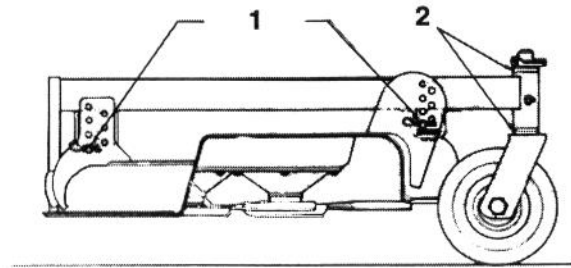

Bild 9
1. Kontrollieren, ob die vorderen Schnitthöhensteckstifte richtig auf den Rahmenkissen aufliegen (Bild 9).
2. Die Schnitthöhe auf die 89 mm oder die 102 mm Position einstellen (Bild 9).
5. Das bei "A" festgestellte Maß vermerken. Die Messerbalken in die "B"-Stellung bringen (Bild 8), dann den Abstand aller Messerbalken zur ebenen Standfläche messen. Diese Maße vermerken (Bild 9).
- A. Bei Schnittwerken, die normalerweise mit Schnitthöhen zwischen 25 und 51 mm benutzt werden, muß die niedrigere Seite des Schnittwerks angehoben werden. Den Klappstecker entfernen, mit dem das Laufrollenrad an der unteren Seite abgesichert ist (Bild 9) und die Laufrollengruppe entfernen.
- C. Bei Schnittwerken, die mit Schnitthöheneinstellungen zwischen 51 und 102 mm eingesetzt werden, ist die höherstehende Seite des Schnittwerks abzusenken. Den Klappstift der Laufrolle von der höheren Seite des Schnittwerks und die Laufrollengruppe entfernen (Bild 9).